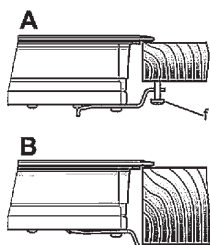

рис. 9
4. Установите зажимы в соответствующие места в корпусе, и закрепите их винтами F (см. Рис. 9).